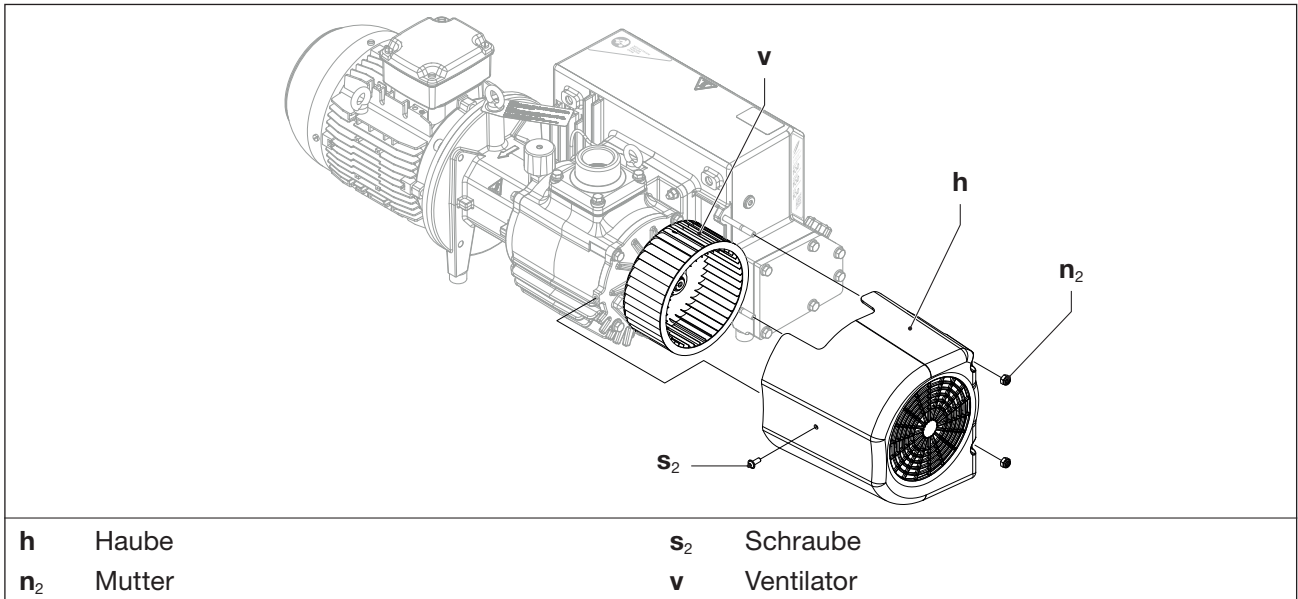

Abb. 9 Ventilator
- Eine Schraube (Abb. 9/s₂) und zwei Muttern (Abb. 9/n₂) an der Haube lösen.
- Haube (Abb. 9/h) von der Pumpe abnehmen.
- Ventilator (Abb. 9/v) reinigen / abblasen und auf Beschädigungen prüfen. Maschine nur mit einem technisch einwandfreien Ventilator betreiben.
- Lüftungsschlitze an der Haube (Abb. 9/h) reinigen / abblasen.
- Haube wieder auf die Pumpe aufschieben und mit der Schraube (Abb. 9/s₂) und den Muttern (Abb. 9/n₂) befestigen. Anzugsmoment: 5 Nm